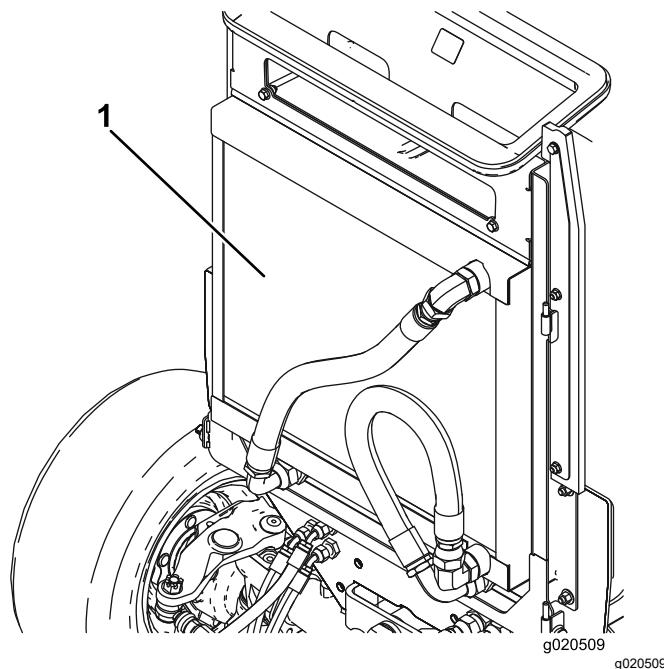

図 73
3. オイルクーラとラジエターの裏表を圧縮空気ですっきりと清掃する 図 73。